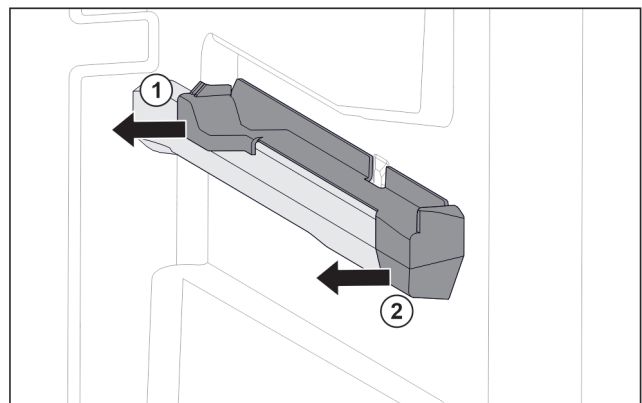

Fig. 77 Insteekelern op rechter containerrib
- ▶ Insteekelern achter naar de zijkant toe eraf trekken. Fig. 77 (1)
- ▶ Insteekelern voor naar de zijkant toe eraf trekken. Fig. 77 (2)